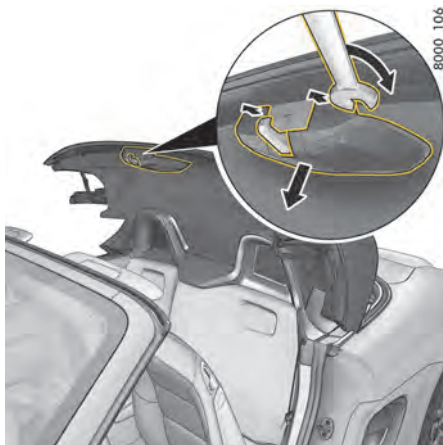

図 63: コンバーチブルトップロックカバーの取り外し
1. スパナを使用して注意深くこじり、コンバーチブルトップロックのプラスチックカバーを固定箇所(図.63)から外してください。